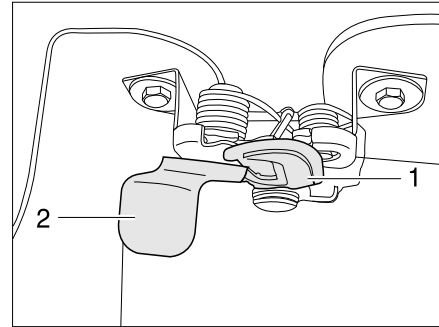

Fig. 34 Bouton de déverrouillage extérieur du capot moteur
- Passer une main sous le capot moteur et actionner le crochet de sécurité (Fig. 34,1). Passer pour cela la main derrière la plaque (Fig. 34,2) et la tirer vers l'avant.